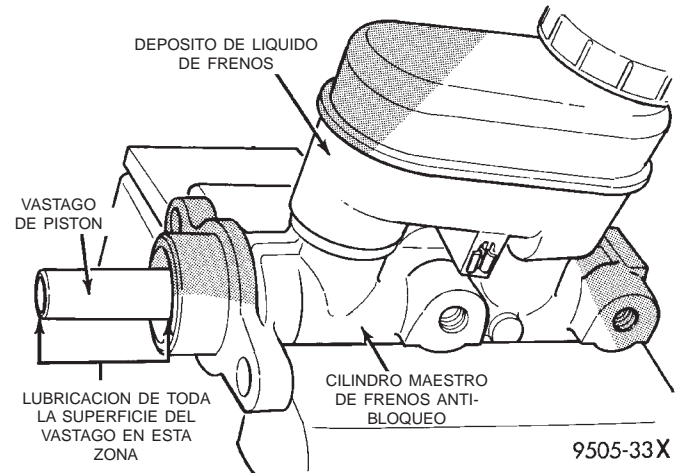

Fig. 28 Lubricación del vástago de pistón del cilindro maestro
(11) Lubrique el vástago de pistón del cilindro maestro del modo indicado en (Fig. 28) usando únicamente **Grasa dieléctrica Mopar**—y ningún sustituto. Consulte el catálogo de productos químicos Mopar para obtener el lubricante requerido.